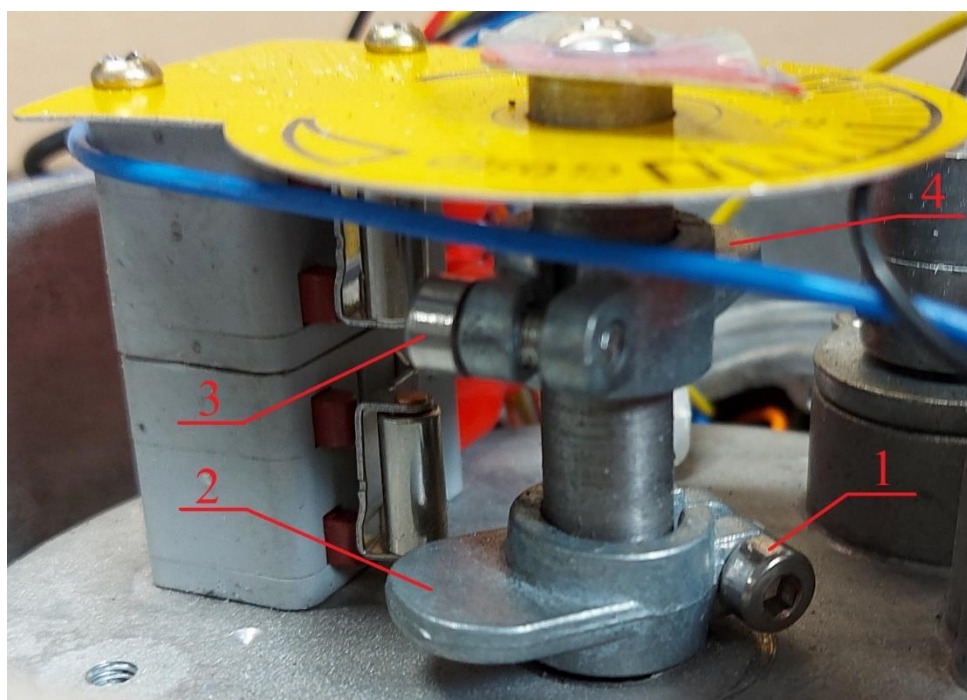

Рисунок 5. Блок концевых выключателей
- 3) Ослабить фиксирующий винт (1) (рис.5), повернуть кулачок (2) до момента срабатывания микровыключателя. Для точной настройки положения арматуры необходимо зафиксировать момент перехода кулачка в положение, при котором срабатывает микровыключатель.
- 4) Затянуть фиксирующий винт (1).
- 2) Ослабить фиксирующий винт (3) (рис.5), повернуть кулачок (4) до момента срабатывания микровыключателя. Для точной настройки положения арматуры необходимо зафиксировать момент перехода кулачка в положение, при котором срабатывает микровыключатель.
- 3) Затянуть фиксирующий винт (3).